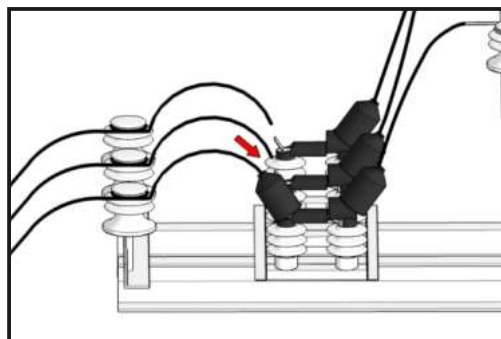

Рис. 53.
11.3.5. Надеть и закрепить колпак ПЗУ-6-10кВ-ТРК-НГ средствами крепления входящие в комплект устройства (Рис. 53).